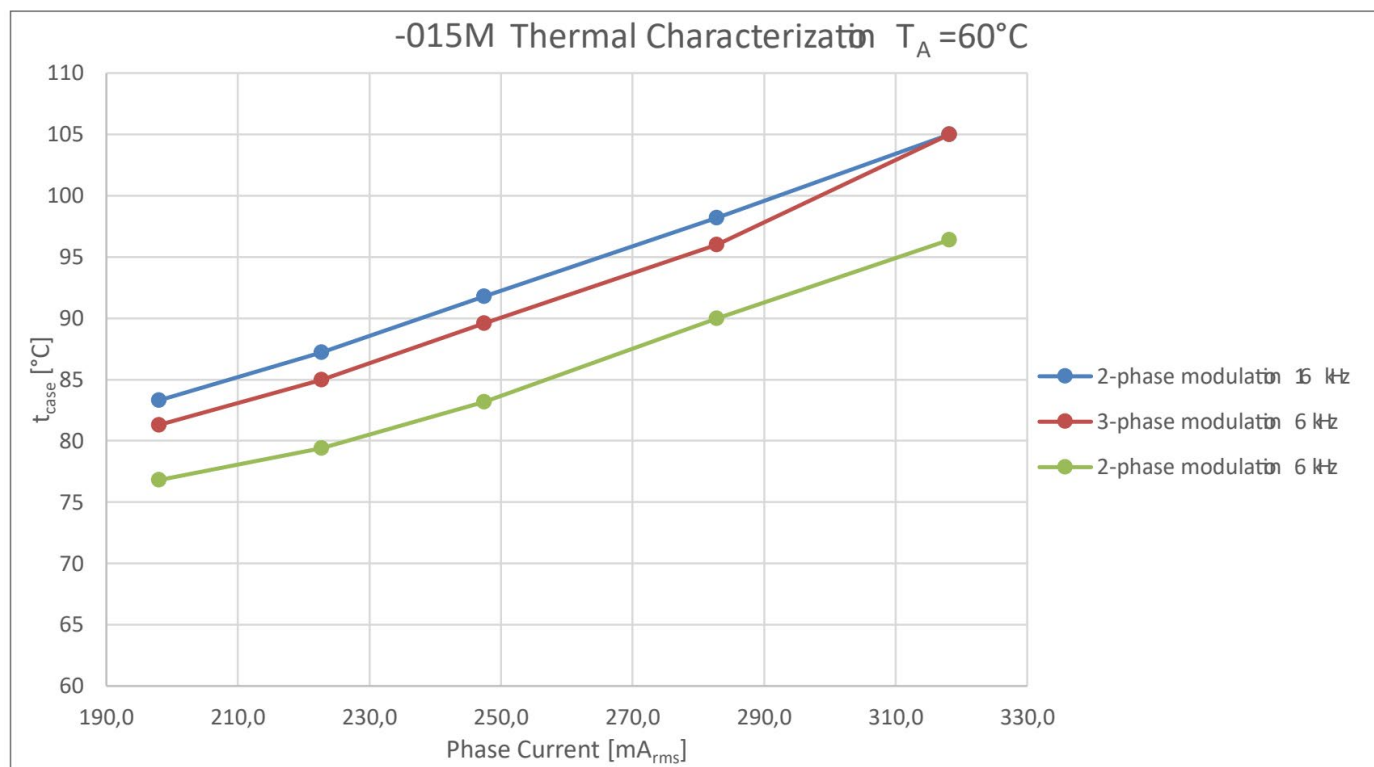
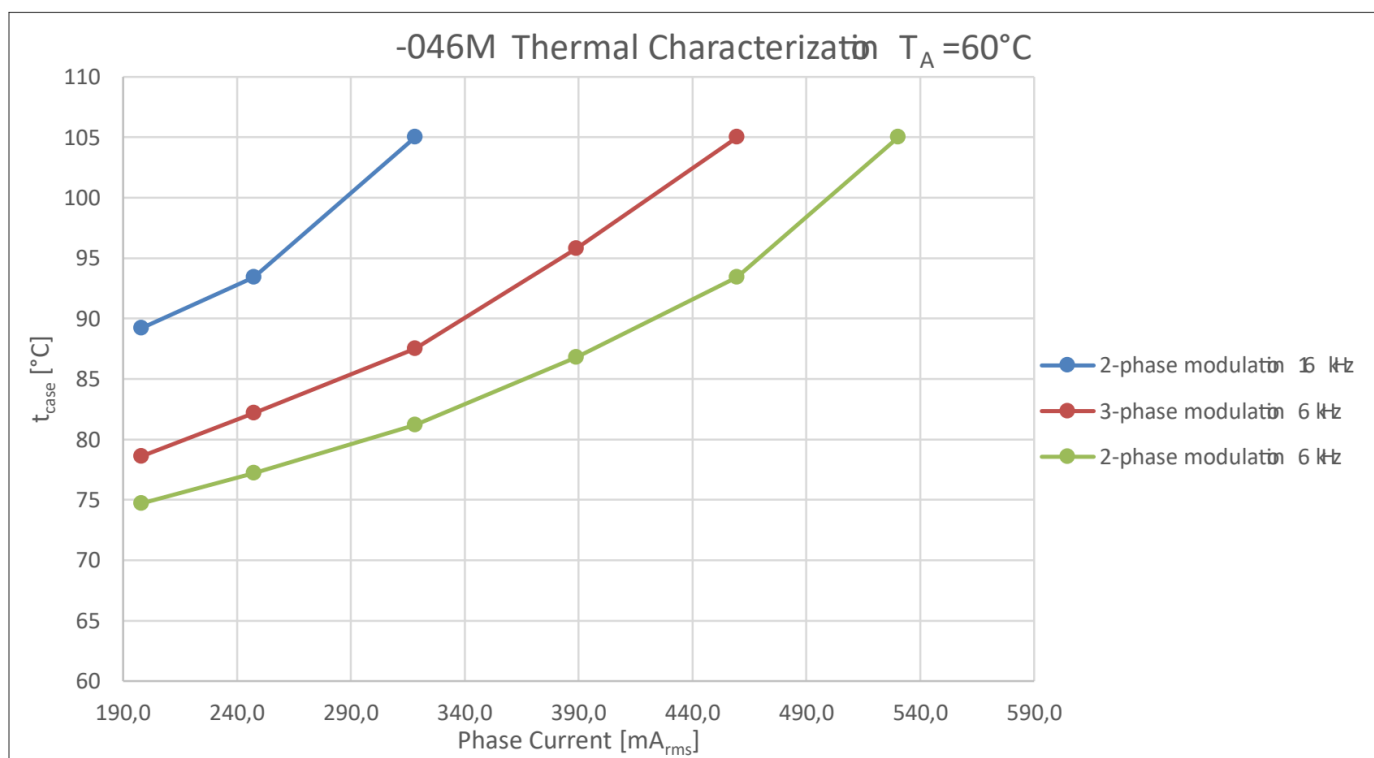
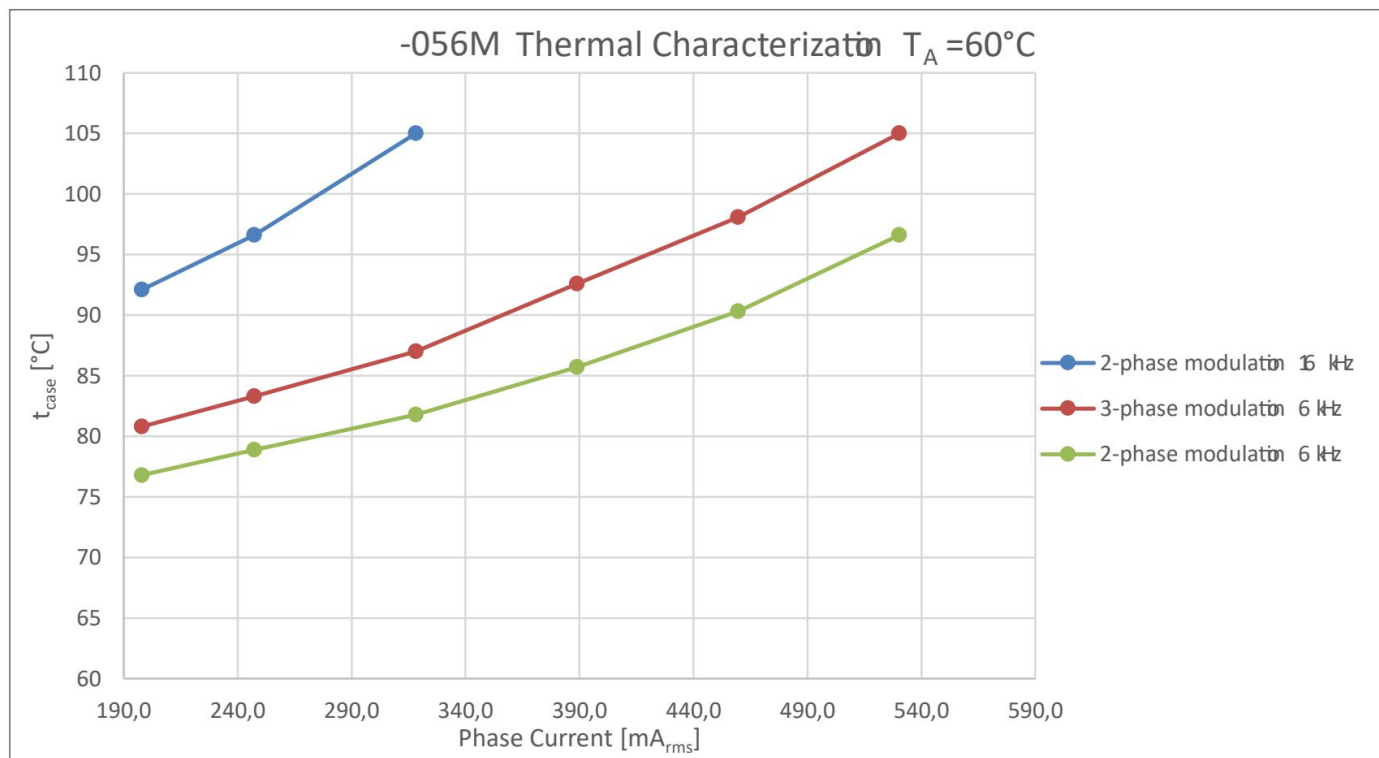

图 21 IMM100T-015M 热特性分析, $T_A = 60^\circ\text{C}$, 不同相电流值直到外壳温度达到 105°C , FR4 印刷电路板, 2 盎司铜
图 22 IMM100T-046M 热特性分析, $T_A = 60^\circ\text{C}$, 不同相电流值直到外壳温度达到 105°C , FR4 印刷电路板, 2 盎司铜
图 23 IMM100T-056M 热特性分析， $T_A = 60^\circ\text{C}$ ，不同相电流值直到外壳温度达到 105°C ，FR4 印刷电路板，2 盎司铜
- 图 21, 图 22, 图 23: $T_A = 60^\circ\text{C}$